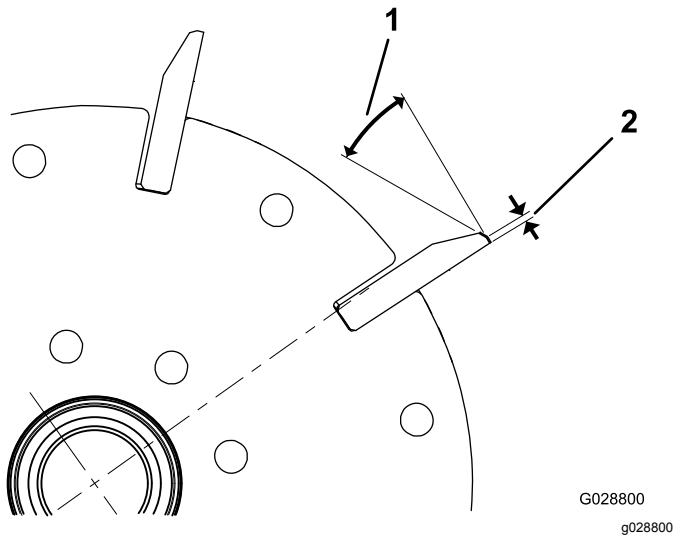

Figure 24
1. Créez un angle de dépouille de 30 degrés sur toutes les lames de cylindre jusqu'à obtention d'une facette de 1,3 mm de largeur (Figure 24).